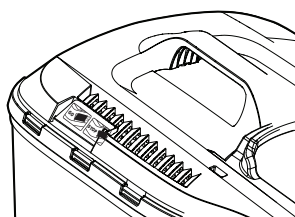

Fig. 17
- > Lorsque la trappe se ferme, cela signifie que le bac de récupération de l'herbe est plein et qu'il doit être vidé (Fig. 17).